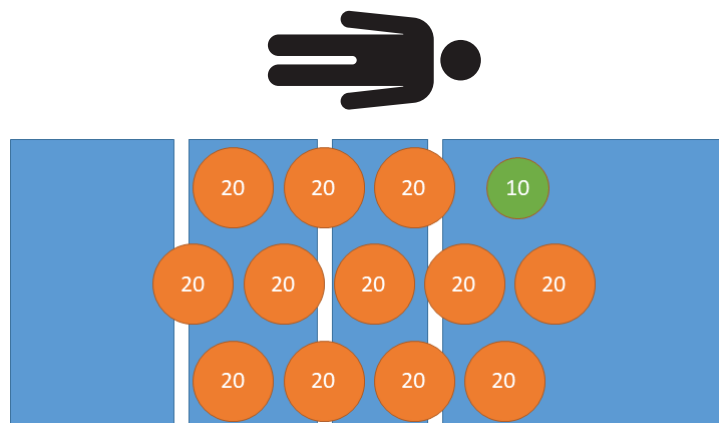

Figura 11 – Precarico - 250 kg
27. Utilizzando pesi calibrati, precaricare il prodotto a 250 kg (Figura 11).